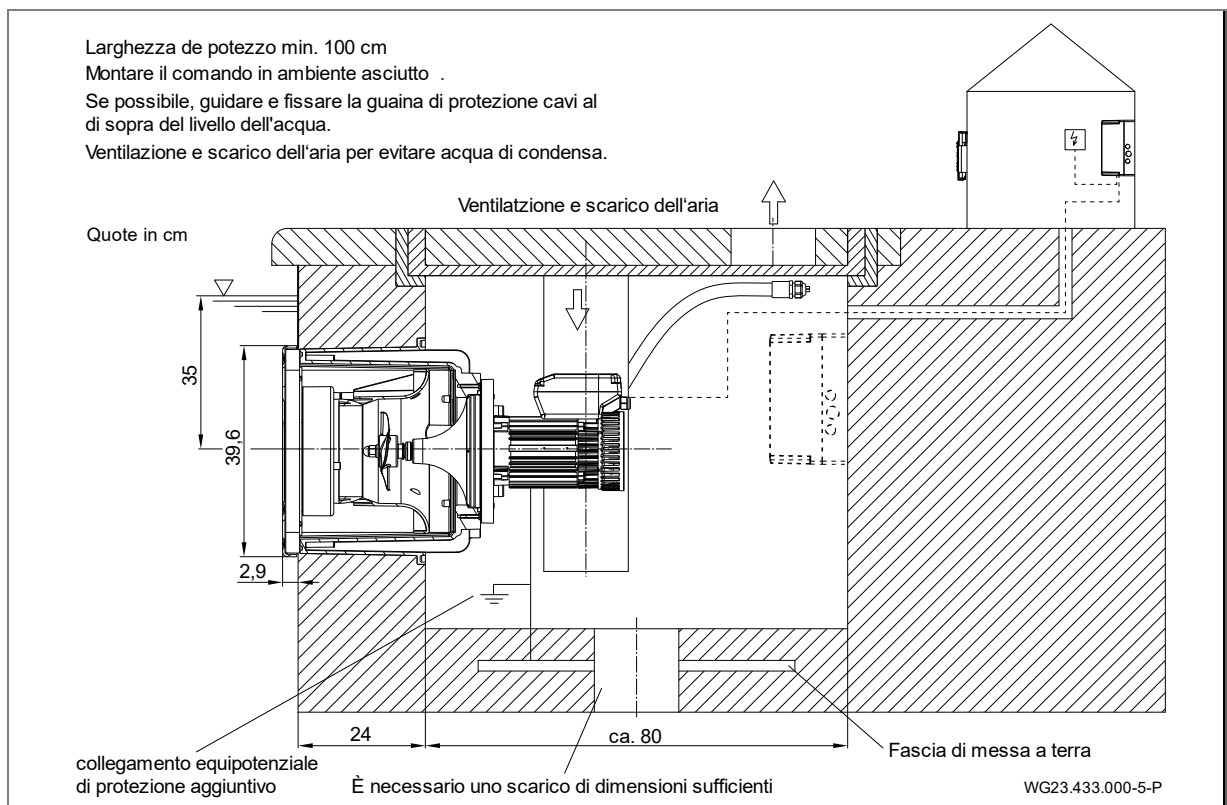

Fig. 17
1. Sgrassare il bocchettone di raccordo (d, (Fig. 17)) dell'alloggiamento in plastica (1) e la presa di collegamento della guaina di protezione cavi (12) con un detergente PVC-U/ABS.
L'impianto deve essere alloggiato in un pozzo adiacente al bordo della vasca. Nello spazio di installazione è necessario assicurare una ventilazione ed uno scarico dell'aria regolari e predisporre un sufficiente scarico nel pavimento. È necessario prevedere una possibilità di fissaggio per la guaina di protezione cavi (se possibile al di sopra del livello dell'acqua). Il pozzo deve essere dotato di un collegamento per la compensazione del potenziale. Vedere "Fig. 17" a pagina 21.